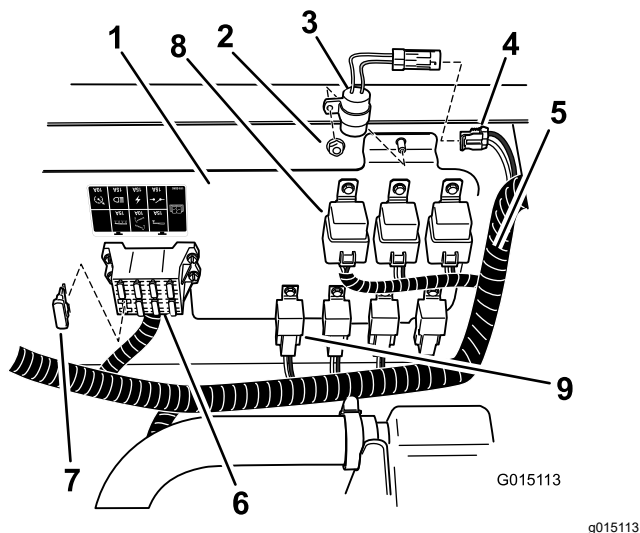
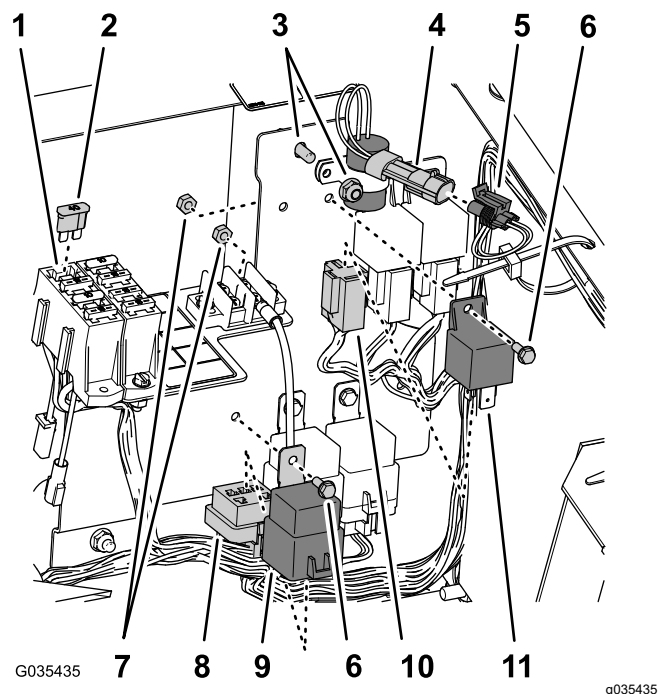
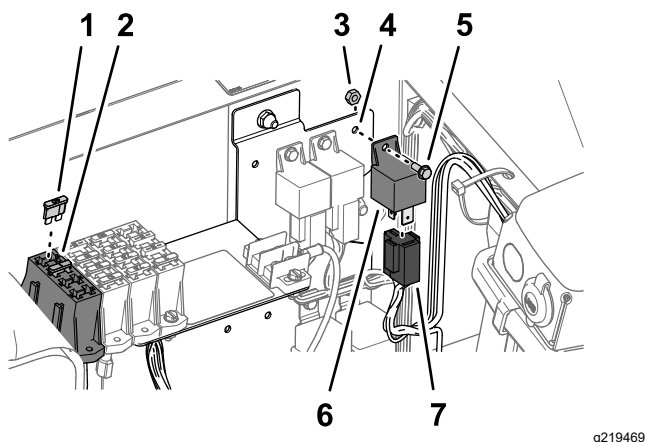

Figura 34
Figura 35
Figura 36
- A. Instale o temporizador no local indicado em Figura 34 ou Figura 35 com a porca de bloqueio do painel elétrico.
- B. Ligue o temporizador ao conector de duas tomadas etiquetado temporizador da cablagem da máquina (Figura 34 ou Figura 35).
3. Instale um fusível (40 A) na ranhura aberta no bloco de fusíveis como se mostra na Figura 34, Figura 35 ou Figura 36.
4. Localize o relé e o relé de potência alinhado com os outros relés do mesmo estilo e monte-os no painel (Figura 34, Figura 35 ou Figura 36) com os dois parafusos de cabeça flangeada (n.º 10-24 x 1/2 pol.) e duas porcas de bloqueio (n.º 10-24).
5. Localize o conector de 5 tomadas e o conector de 4 tomadas na cablagem principal e ligue-os ao relé (4 pinos) e ao relé de potência (5 pinos), como se mostra na Figura 34, Figura 35 ou Figura 36.